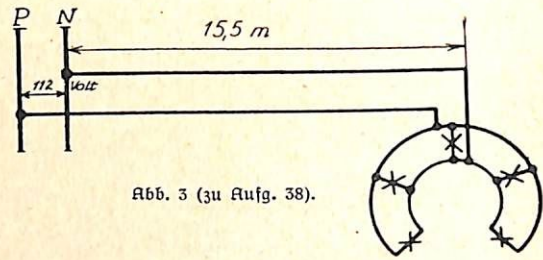

Abb. 3 (zu Aufg. 38).
38. Eine Leitung aus Kupfer (Abb. 3) ist 15,5 m lang (einfache Länge) und hat einen Querschnitt von 2,5 mm². Am Anfang der Leitung wird eine Spannung von 112 Volt gemessen. Am Ende der Leitung ist ein Kronleuchter mit 5 Lampen angeschlossen. Durch jede der 5 Lampen muß, damit sie richtig leuchtet, 0,5 Ampere fließen. a) Wieviel Ω Widerstand hat die Leitung? b) Mit wieviel Volt Spannung brennen die Glühlampen?